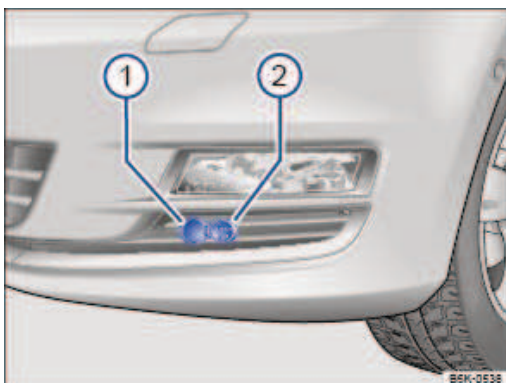

Fig. 112 Dans le pare-chocs avant : prise ② pour le réchauffage du moteur
- Ouvrez le capuchon → Fig. 112Ⓞ.
- Branchez le câble de connexion dans la prise → Fig. 112Ⓞ.
- Avant de démarrer le moteur, débranchez toujours le câble de connexion et fermez le capuchon → Fig. 112Ⓞ.